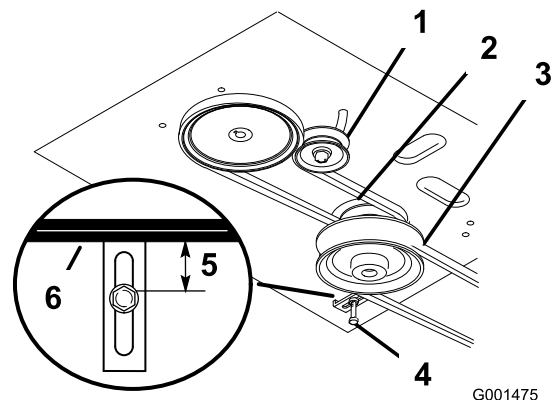

Figura 33
4. Retire la correa del cortacésped; consulte Sustitución de la correa del cortacésped (Figura 33).
5. Afloje el perno de pivote lo suficiente para poder desplazar la polea tensora dentro de la ranura, y retire la correa de tracción de las poleas del motor y de la transmisión (Figura 33).
6. Instale la correa nueva alrededor de las poleas del motor y de la transmisión (Figura 33).
7. Desplace la polea tensora respecto al bastidor del motor para tensar la correa de tracción (Figura 33).
8. Instale la correa del cortacésped (Figura 33).
9. Compruebe que la guía de la correa, situada debajo del bastidor del motor, está ajustada correctamente (Figura 33).
13. Compruebe que la guía de la correa, situada debajo del bastidor del motor, está ajustada correctamente (Figura 33).